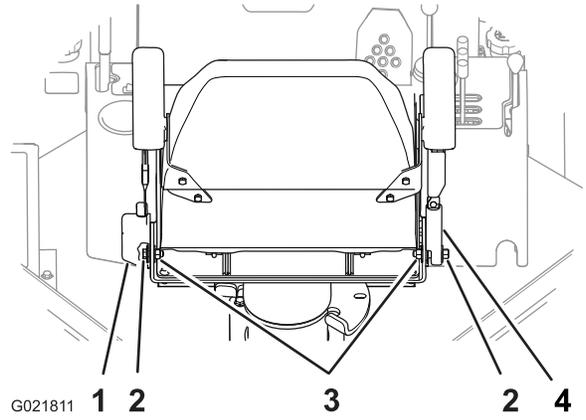

Figure 98
3. Vérifiez que les boulons et écrous qui fixent l'enrouleur et la boucle de la ceinture de sécurité au siège sont serrés à un couple de 7,8 à 9,6 Nm (69 à 85 po-lb); voir Figure 98.